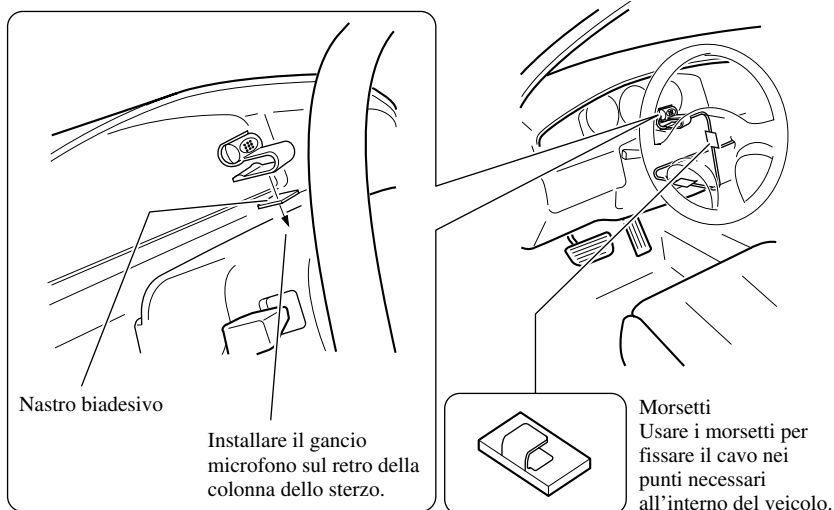

Fig. 19
2. Installare il gancio microfono sulla colonna dello sterzo. (Fig. 19)